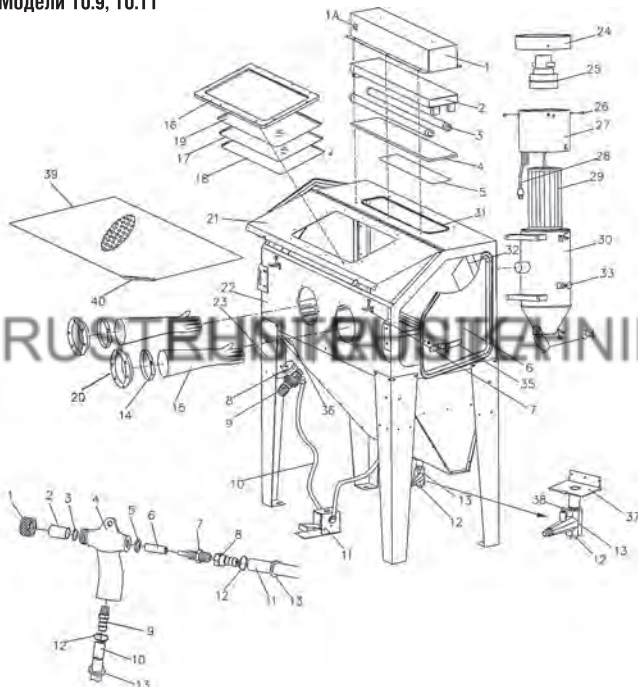

Рисунок 3 - Сборочный чертеж мод. 10.9, 10.11
**Сборка 10.9, 10.11** производится согласно чертежу рис. 3: